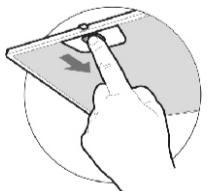

рис. 4
- перед установкой вытяжки снимите алюминиевый фильтр (рис. 4);
8.3 Для очистки алюминиевого фильтра извлеките его из вытяжки (рис. 4) и произведите очистку с помощью щетки горячим водным раствором нейтрального моющего средства вручную или в посудомоечной машине (при 60°C).